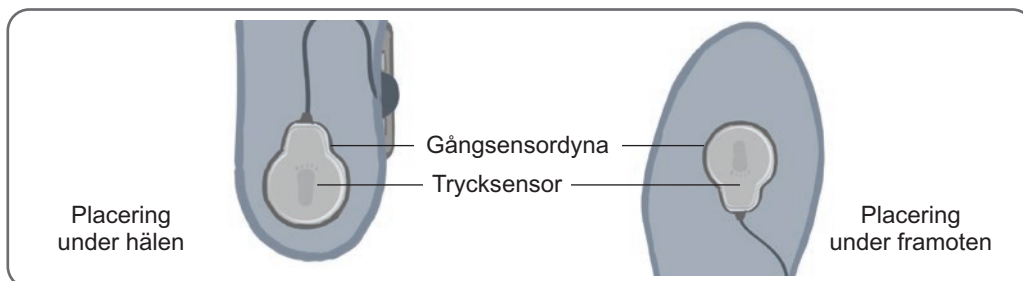

Bild 6-18: Placera fotsensorn i skin
3. För placering under hälen riktar du fotsensorkabeln mot skons tåkappa. För placering under framfoten riktar du fotsensorkabeln mot skons hälkappa. Anslut trycksensorn till fotsensordynan. Se bild 6-18. Se fotbilden på trycksensorn för positionsbestämning.